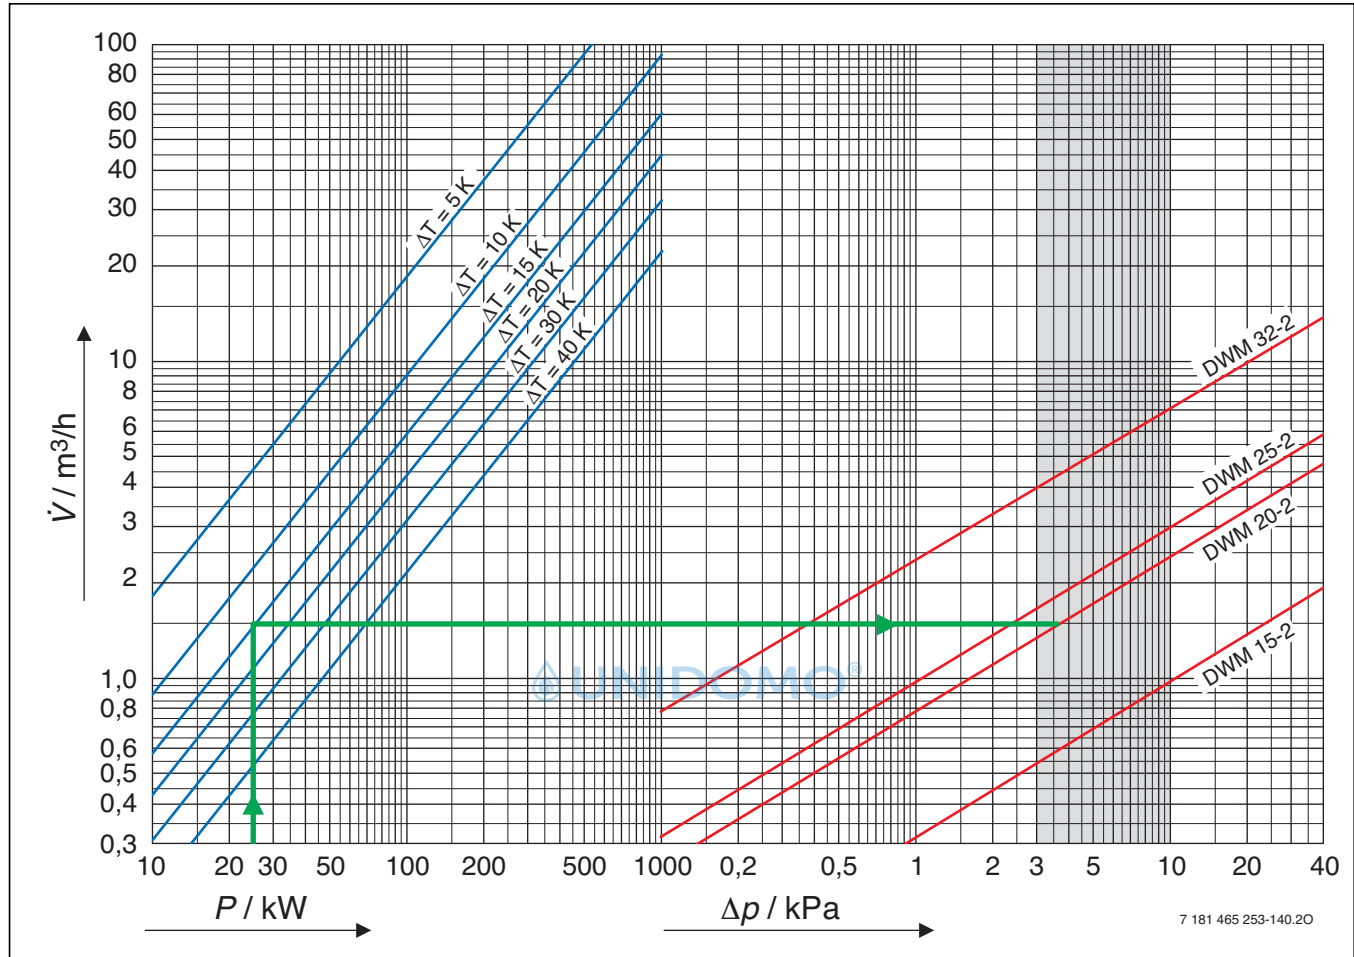

Bild 47 Auslegungsdiagramm für 3-Wege-Mischer
Um eine gute Reglercharakteristik zu erreichen, muss der Druckabfall im Mischer gleich dem Druckabfall des sog. „mengenvariablen“ Teils des Rohrnetzes sein, also ebenfalls ca. 3,0 ... 10,0 kPa. Dieser Zusammenhang liegt dem Dimensionierungsdiagramm (Bild 47) zugrunde.
- In der linken Hälfte von Bild 47 den Schnittpunkt von der Leistungslinie und der Temperaturdifferenzlinie suchen.
- In der linken Hälfte von Bild 47 den Schnittpunkt von der Leistungslinie und der Temperaturdifferenzlinie suchen. Dieser liegt bei dem Durchfluss von ca. $1,5 \text{ m}^3/\text{h}$.